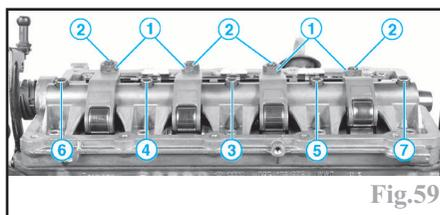

Fig.59
Desserrer les contre-écrous (1) des vis de réglage des culbuteurs (2) jusqu'à ce que le culbuteur vienne en appui sur le ressort de pousoir de l'injecteur-pompe (Fig.59).
- la rampe de culbuteurs puis serrer progressivement et en plusieurs passes ses vis de fixation, en commençant par les vis (3) à (7) (Fig.59).